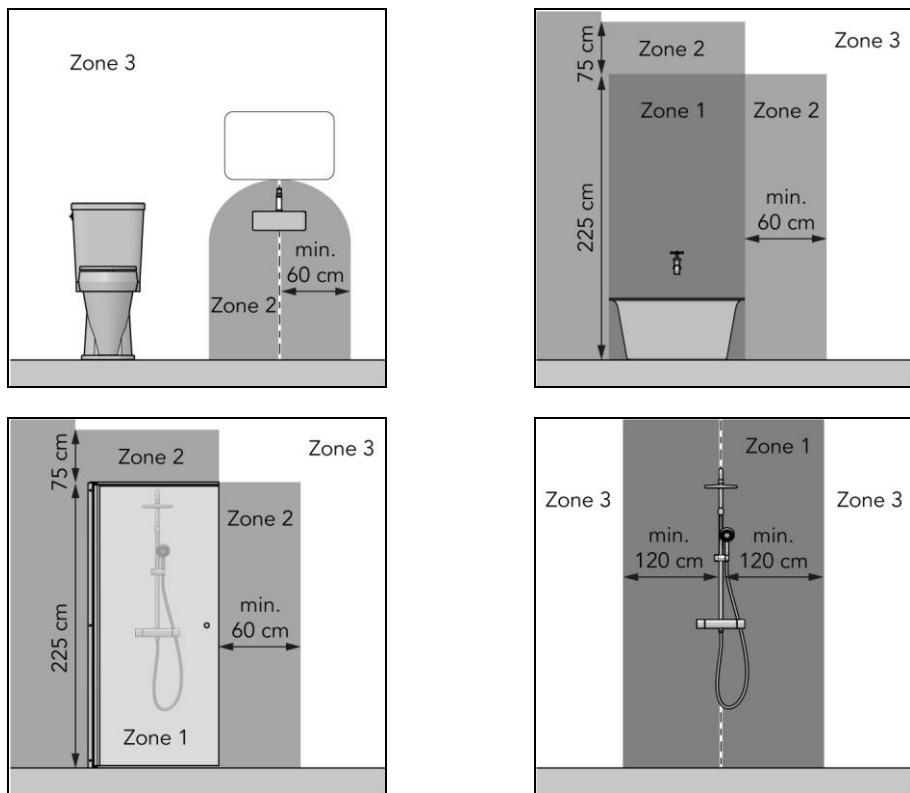
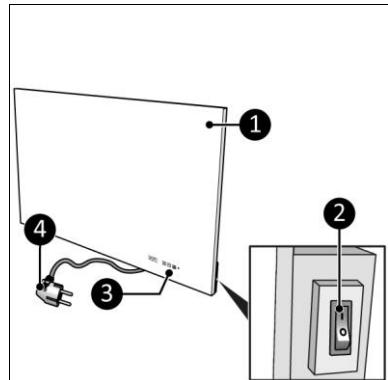

Figure 1
Figure 4
- dans la zone 3 d'un cabinet de toilette ou d'une salle de bain avec baignoire, douche avec écran et douche sans écran (figure 1) ;
Le Sani Mirror Wi-Fi (figure 4) est un chauffage électrique de salle de bain facile à utiliser dans la zone 3 de la salle de bains (figure 1). Le Sani Mirror Wi-Fi peut être utilisé avec l'application Eurom Smart.